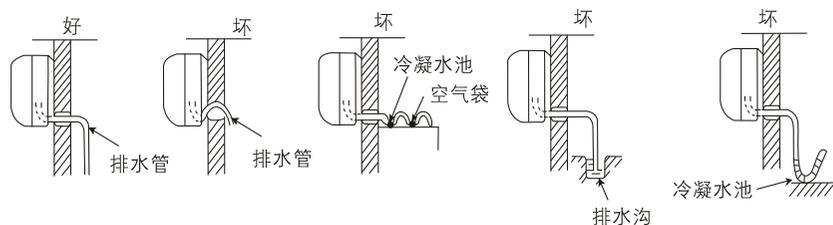

图30
- (1) 用附件⑮排水管与室内机组的出水管连接起来。
- (2) 如要使冷凝水流得舒畅,排水管应倾斜少许,如图30所示。